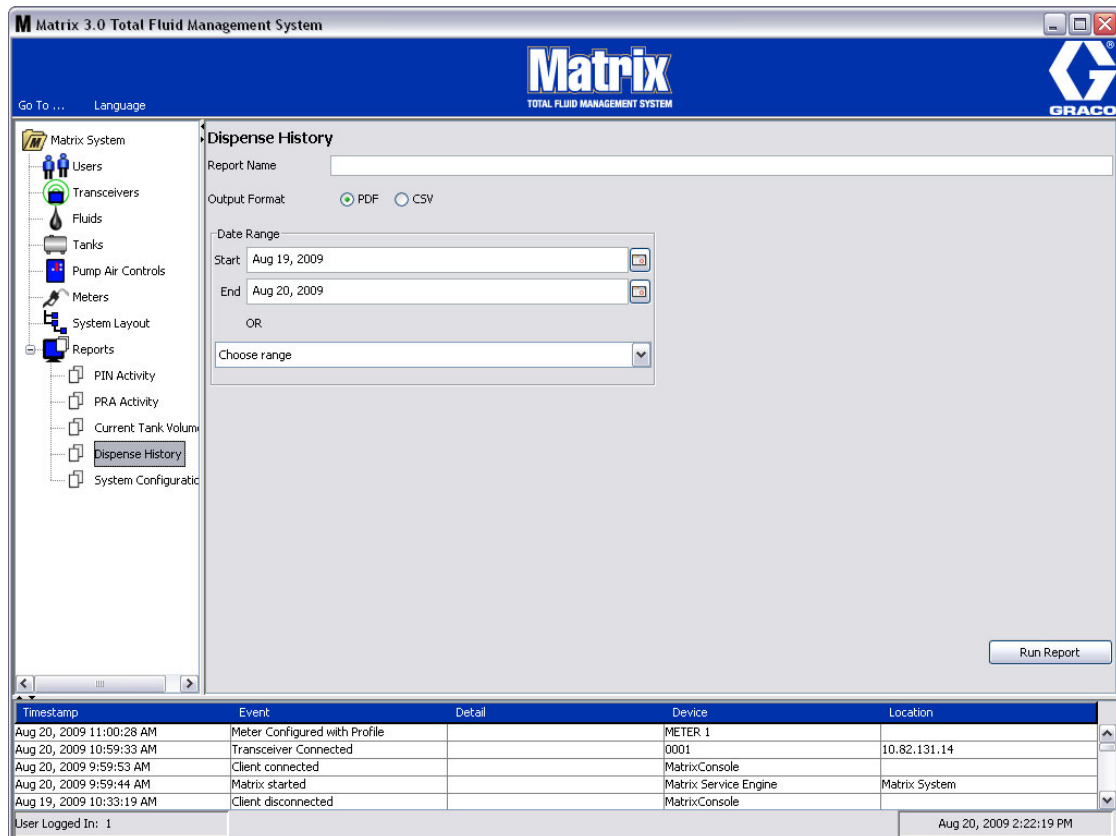

FIG. 107
- **Cronologia erogazioni (FIG. 107)**